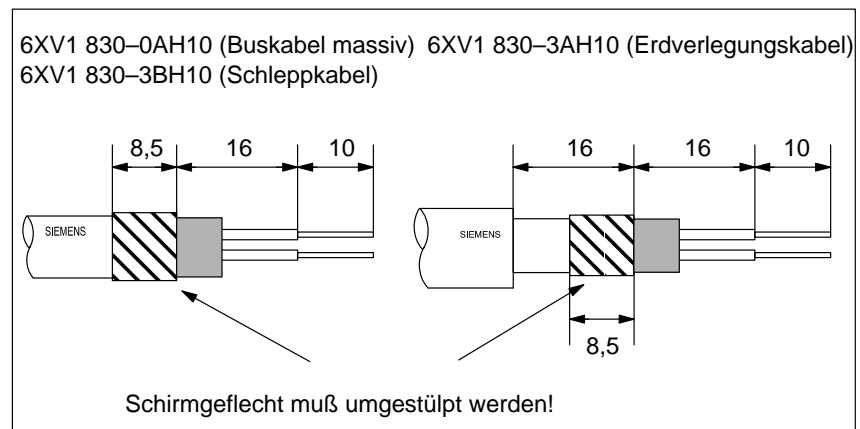

Bild 4-9 Länge der Abisolierungen für den Anschluß am RS 485-Repeater
2. Isolieren Sie das PROFIBUS-Buskabel gemäß Bild 4-9 ab.